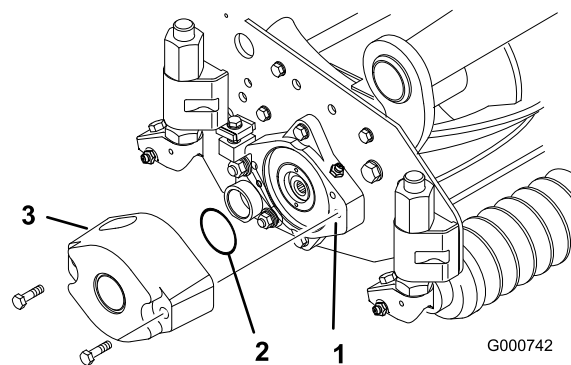
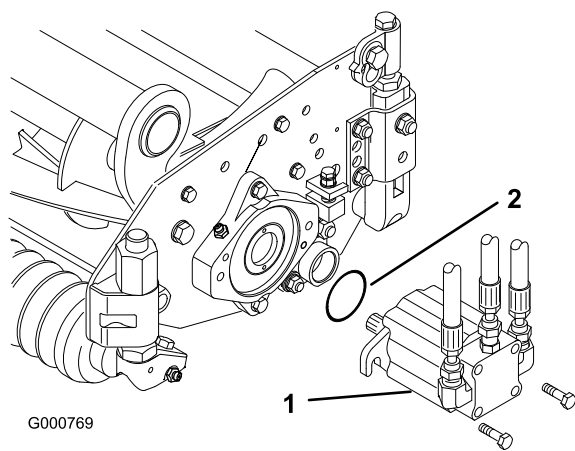

図 4
図 7
3. 大きなOリングにグリスを塗り、カッティングユニット両側のベアリング・ハウジングの溝にそれぞれ取り付ける（図4と図7）。
4. 付属のキャップスクリューを使って、各カッティングユニットにカウンタウェイトを取り付ける（図4）。
13. リールモータを各カッティングユニットに装着し、付属のキャップスクリュー2本で固定する(図 7)。